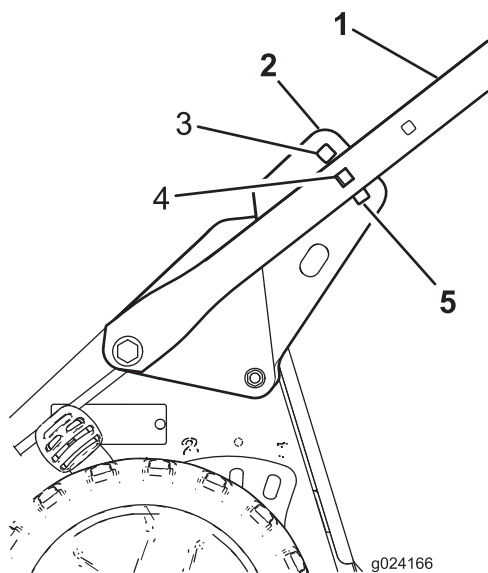

Figure 5
5. Tenez-vous à la position d'utilisation pour déterminer quelle hauteur du guidon vous convient le mieux (Figure 5).